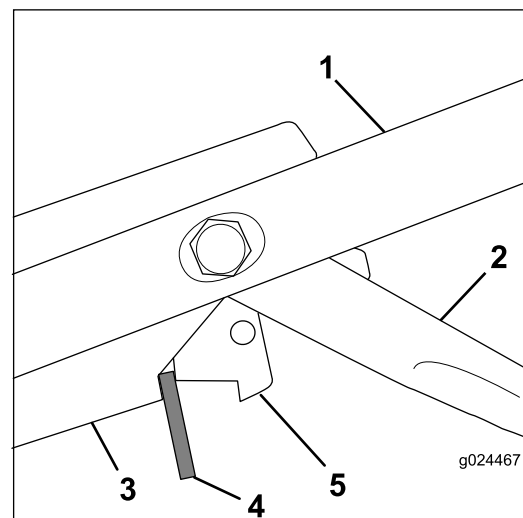

Figura 31
3. Inserte un espaciador de 8 mm entre la palanca de control del freno de la cuchilla y el soporte de los controles del manillar (Figura 31).